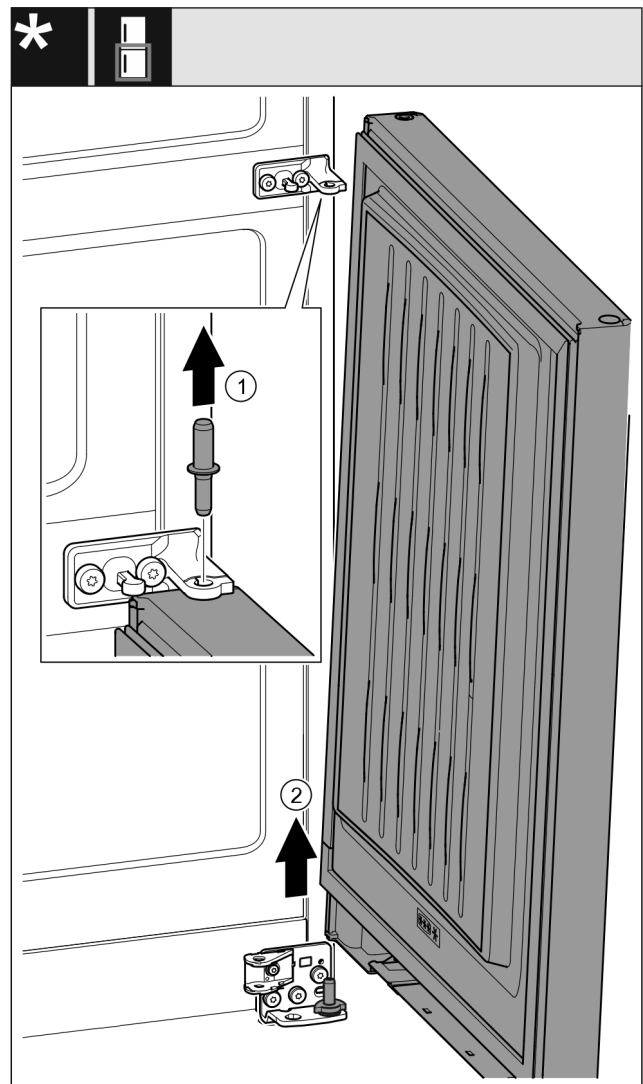

Fig. 23*
- ▶ Ta ut bulten genom att dra den uppåt. Fig. 23 (1)*
- ▶ Sväng ut dörren, dra den uppåt och ställ den åt sidan. Fig. 23 (2)*